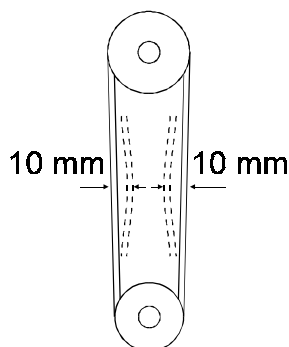

Fig. 6.2
La tension est correcte si le monte-pouce peut rapprocher d'env. 20 mm, par pression (force  $F = 10\text{N}$ ) entre pouce et index, les deux brins opposés de la courroie de longueur  $l = 1060\text{ mm}$  (Fig. 6.2).
- Desserrer le rattrapeur de courroie (8) et les deux protecteurs d'entrée (16) de courroie et pousser vers l'extérieur.
- Mettre la clavette (3) dans l'encoche prévue sur l'arbre moteur (4).
- Mettre la poulie (5) en place sur l'arbre-moteur (4) de façon que la clavette (3) engage l'encoche prévue dans la poulie.
- Serrer l'écrou (5) pour fixer la poulie (5) axialement sur l'arbre-moteur.
- Bloquer l'écrou (6) en serrant la vis de sécurité (7).
- Mettre la courroie en place et ajuster la tension correcte à l'aide de l'articulation (9) entre la console (10) et la suspension du moteur (11) (voir Fig. 6.2).
- Aligner la partie inférieure (1) du garde-courroie sur la courroie et serrer les vis (2).
- Déplacer le rattrapeur (8) vers la poulie (écart max. 3 mm) et serrer.